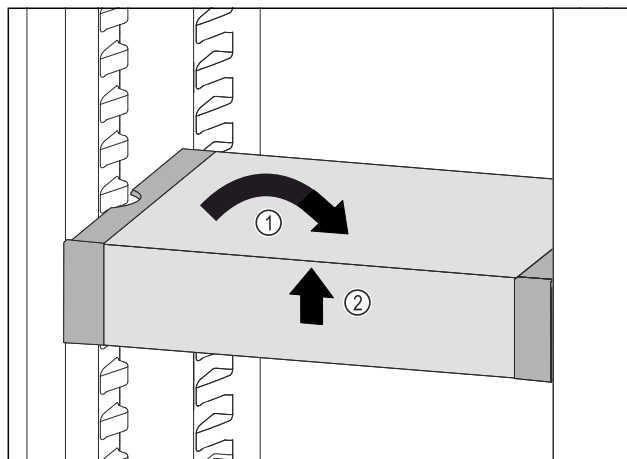

Fig. 90
- VarioSafe recht zetten. Fig. 90 (1)
- VarioSafe aan voorkant optillen. Fig. 90 (2)